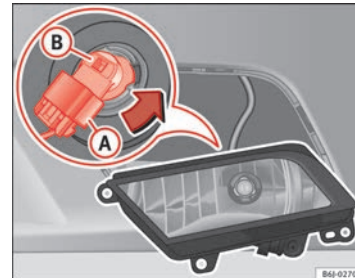

Abb. 155 Nebelscheinwerfer
- Ziehen Sie den Stecker ⇒ Abb. 155 (A) von der Lampe ab.
- Drehen Sie den Lampenträger ⇒ Abb. 155 (B) nach links und ziehen Sie.